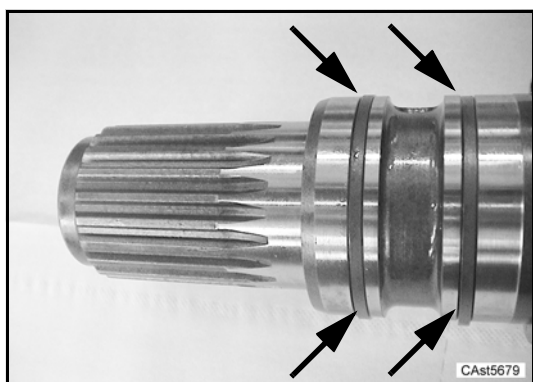

Fig. 3
- Pulire accuratamente l'albero ed assicurarsi che non sia danneggiato, rigato od ovalizzato nelle zone di contatto con gli anelli (Fig. 3).
- *Clean shaft very carefully and ensure that the part in contact with the shaft seal is not damaged, cut or out of roundness (Fig. 3).*